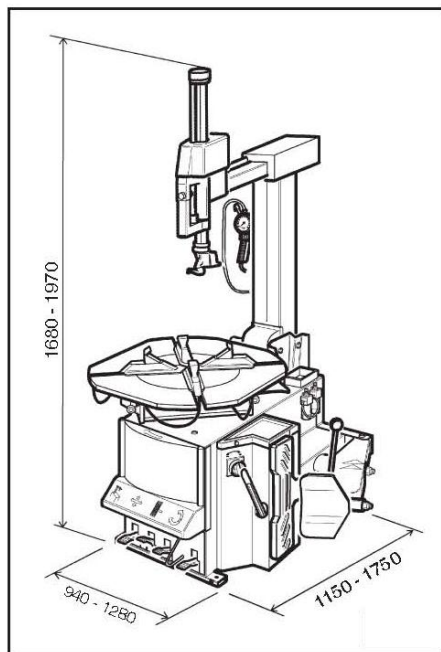
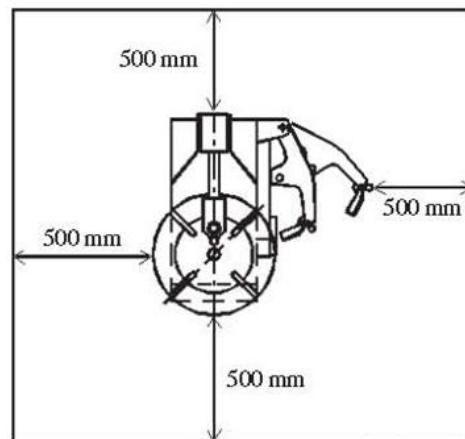

Fig. 3-1-1
Fig. 3-1-2
- L'espace autour de la machine doit respecter les dimensions minimales indiquées (voir Fig. 3-1-1 et Fig. 3-1-2) afin de permettre le fonctionnement correct de toutes les parties de la machine sans restriction.